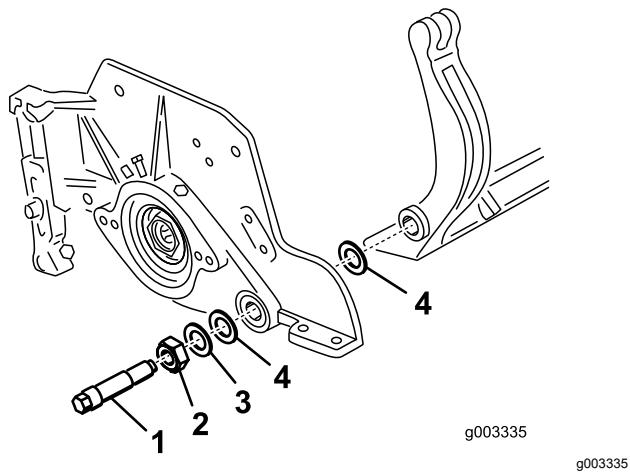

図 25
ベッドバーの両端にナイロンワッシャー2個とスチールワッシャー1個を配置する (図 25)。
3. サイドプレートのボスの両側にナイロンワッシャーを入れる。その外側からスチール製ワッシャーを取り付ける図 25。